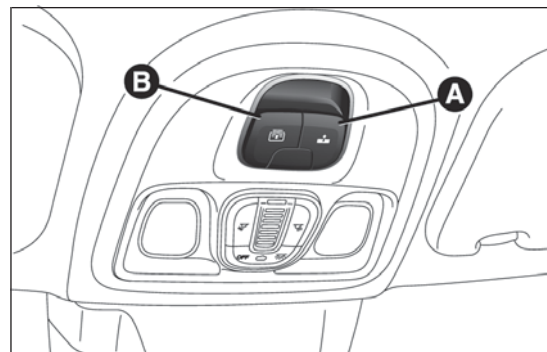

fig. 72
Pulsar el botón A fig. 72: el panel de cristal delantero se colocará en la posición “spoiler”.
Desde la posición de apertura completa, pulsar el botón A fig. 72: el panel de cristal delantero se colocará en la posición “spoiler”.
Pulsar el botón B fig. 72: la cortina se moverá hacia la parte trasera del vehículo, hasta la posición de apertura completa.
- ☐ pulsar el botón A fig. 72 en posición de cierre;